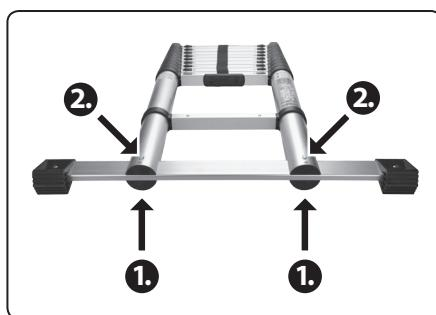

Abb. 2
1. Stellen Sie die Leiter auf den Boden und schieben Sie die Basis mit den Stützfüßen in die Ausschnitte in beiden Leiterrohren ein, sodass die Löcher in der Basis mit den Löchern in den Leiterrohren ausgerichtet sind (Abb. 2, Schritt 1).
2. Befestigen Sie dann die Basis mit einer Schraube an jedem Leiterrohr, sodass sich der Schraubenkopf an der Seite der Leiter befindet, an der sich die Schlosser auf beiden Seiten der Sprossen befinden (Abb. 2, Schritt 2).